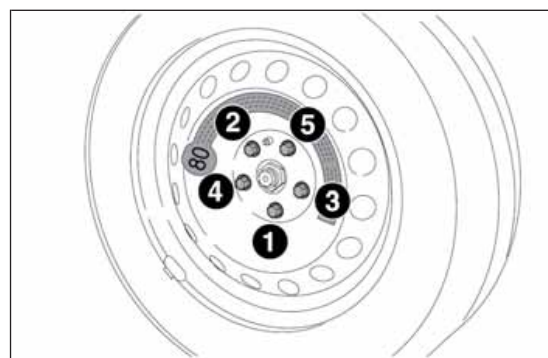

Abb. 161
- Die Radbolzen mit dem Schlüssel A gleichmäßig über Kreuz mit der in der Abb. 161 gezeigten Reihenfolge festziehen.